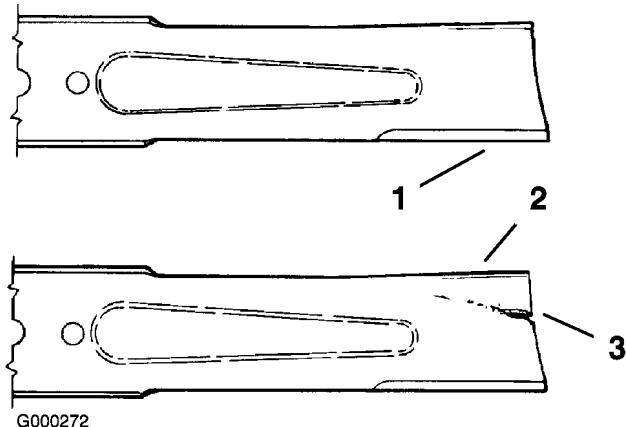

Figure 75
1. Examinez le tranchant des lames (Figure 75). Si les lames ne sont pas tranchantes ou si elles présentent des indentations, déposez-les et aiguisez-les (voir Aiguisage des lames).
2. Inspectez les lames, surtout la partie incurvée (Figure 75). Remplacez immédiatement toute lame endommagée, usée ou qui présente une entaille (Figure 75).